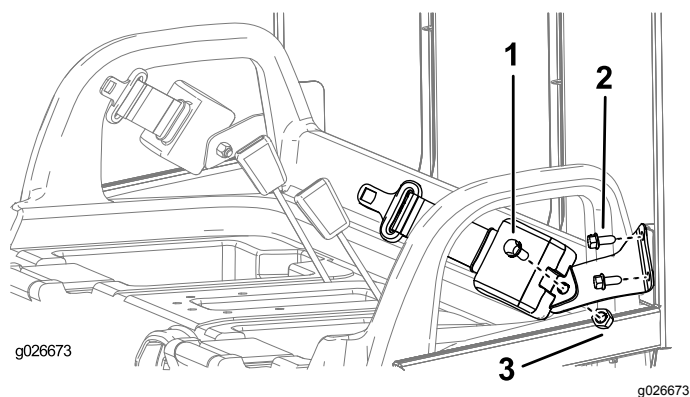

Рисунок 8
1. Установите кронштейн ремня безопасности на каждый выступ конструкции ROPS с помощью двух болтов, как показано на Рисунок 8.
3. Установите вытягивающийся конец каждого ремня безопасности на крепежный кронштейн каждого ремня безопасности с помощью болта (7/16 дюйма) и гайки (7/16 дюйма), как показано на Рисунок 8.